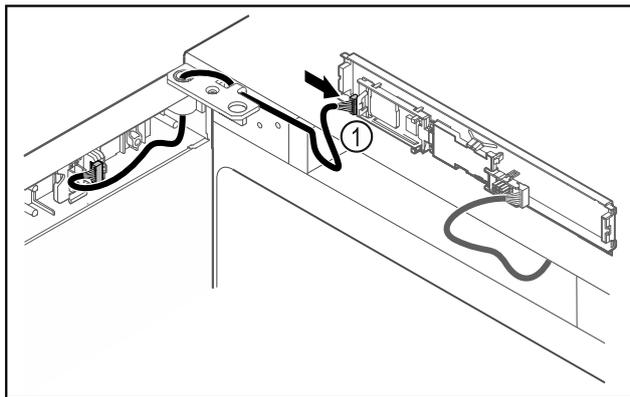

Fig. 47
- ▶ Συνδέστε το φιν Fig. 47 (1) στην πλακέτα.